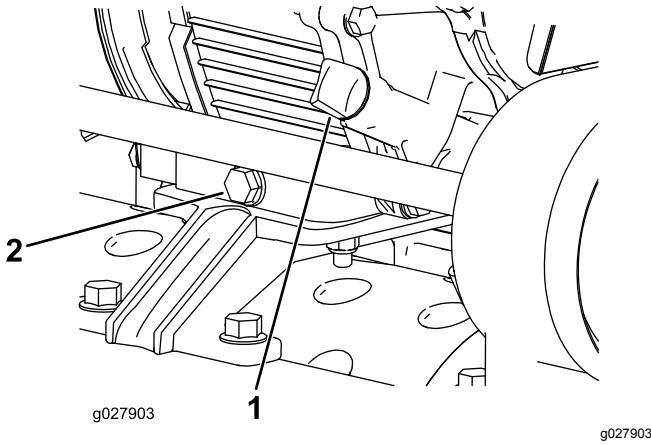

图29
1. 将机器停放在水平地面上并清洁量油尺周围的区域 图 29。
2. 在机器后部的排油塞下放置一个放油盘(图29)。拧松排油塞。